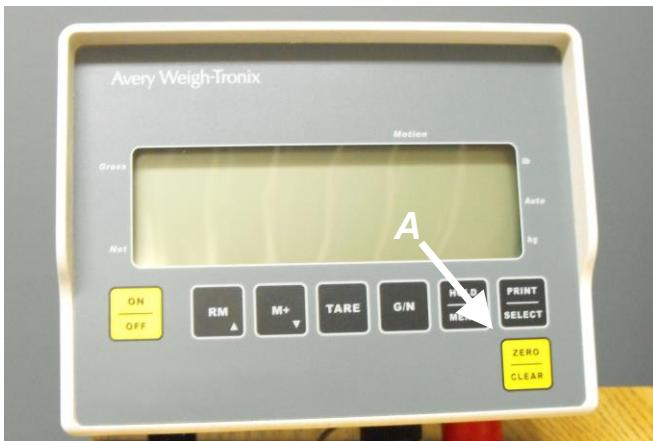

Figure 14
3. Si l'applicateur est équipé d'un système de balance électronique, assurez-vous de peser sur la touche ZERO/CLEAR [Figure 14, A] avant de remplir la trémie. Pour plus de détail, se référer à la section CALIBRATION de ce manuel.